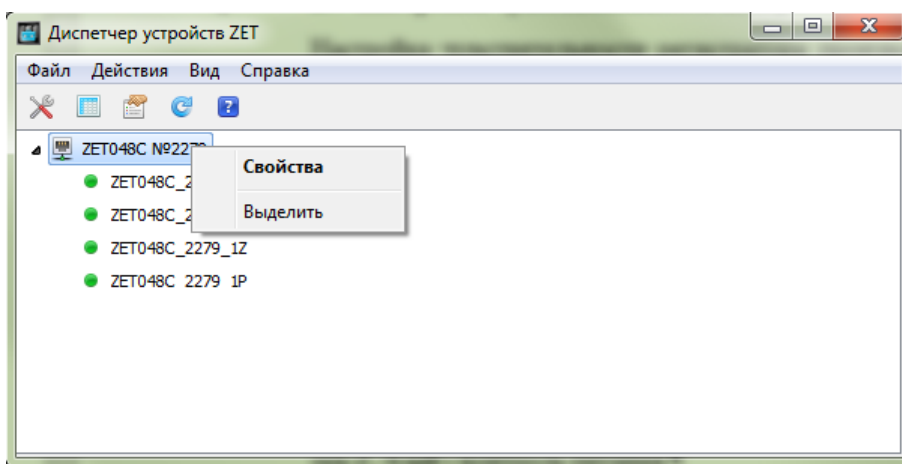

Рис. 2.7 Программа «Диспетчер устройств»
2. На панели ZETLAB в меню «СЕРВИСНЫЕ» выбрать программу «Диспетчер устройств». Щелчком правой кнопки мыши по наименованию регистратора вызвать контекстное меню и зайти в меню «Свойства» (Рис. 2.7).